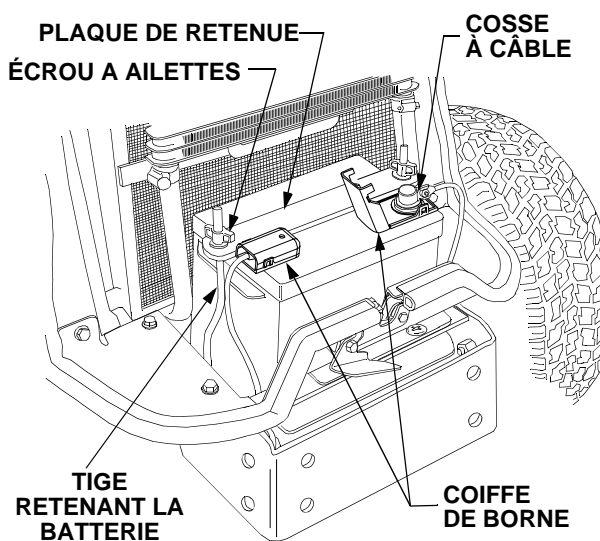

Figure 36
- Des tiges retenant la batterie, dévissez les deux écrous à ailettes et détachez la plaque de retenue. Voir la Figure 36.
- Ouvrez les clips de verrouillage situés sur les côtés des coiffes des cosses et soulevez le couvercle de ces coiffes pour mettre à nu les cosses des batteries. Voir la Figure 36.